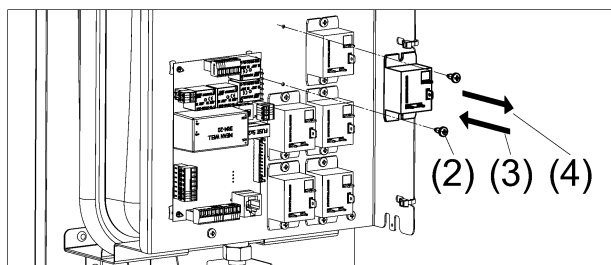

Рисунок 16. Замена реле
- (1) Отсоедините все провода от реле, которое нужно заменить (см. рис. 16);
- (2) Открутите крестовой отвёрткой два самореза, фиксирующие реле;
- (3) Снимите реле;
- (4) Установите новое реле взамен прежнему;
- (5) Подсоедините отсоединённые провода.